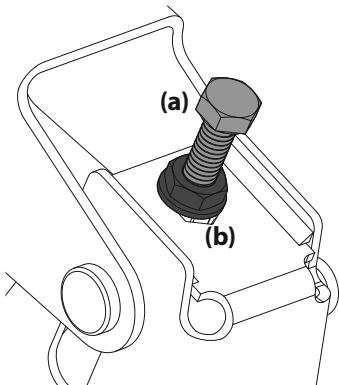

Figura 35
3. Ubique los pernos de ajuste (a) del lado izquierdo y derecho de la plataforma. Consulte 3. Ubique los pernos de ajuste (a) del lado izquierdo y derecho de la plataforma. Consulte la Figura 35.
4. Afloje pero no extraiga las contratueras (b) en el perno de ajuste. Ajuste el perno de ajuste derecho o izquierdo arriba o abajo según sea necesario hasta que la altura de un lado a otro sea equivalente. Consulte la Figura 35.